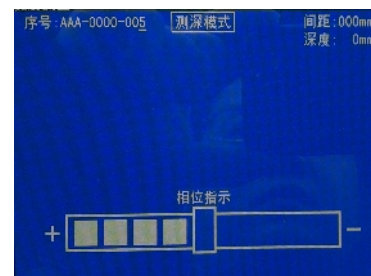

图4
2) 以裂缝为中心向外侧大致匀速对称地移动2个探头，这时屏幕中“首波相位”指示条指示为“正”相位（如图4），则需继续向外侧移动探头以增大探头的中心距离；